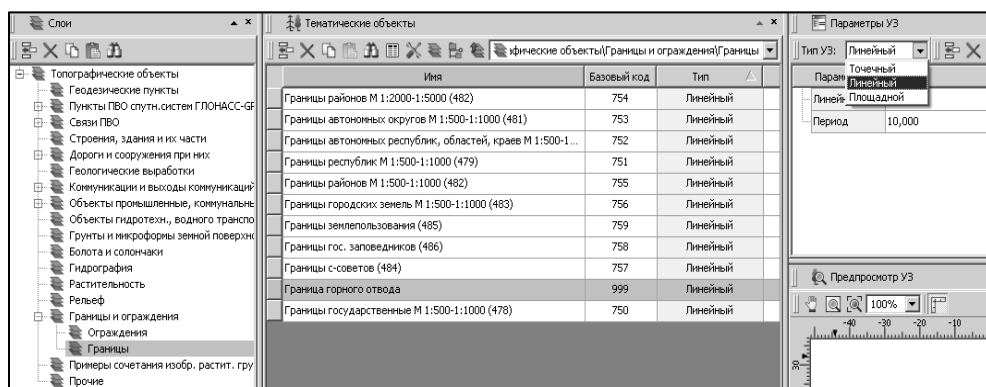

Рис. 1.13
3. В окне **Слои** выберите узел **Границы и ограждения**, а в нем узел **Границы** (рис.1.13).